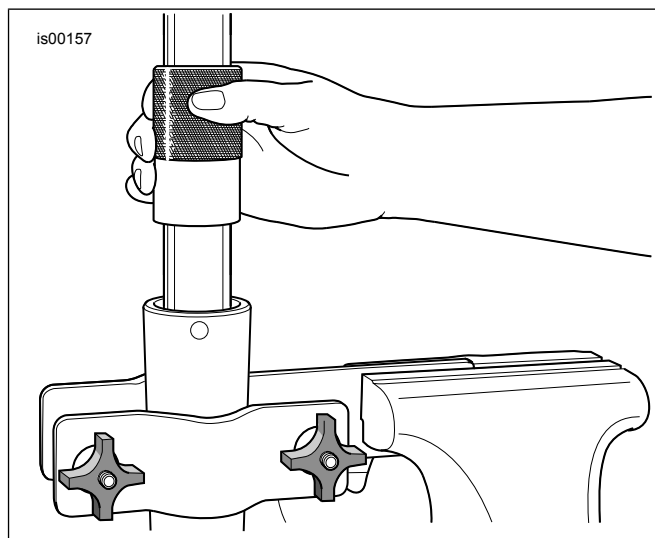

Figura 4. Instalación del sello de aceite de la horquilla
5. Cubra el diámetro interior (ID) y el diámetro exterior (OD) del buje del deslizador (E) con aceite para horquillas limpio. Deslice el buje del deslizador hacia abajo en el tubo de la horquilla (en cualquier dirección).
6. Deslice el sello del espaciador (D) por el tubo de la horquilla hasta que haga contacto con el buje del deslizador (en cualquier dirección).
7. Cubra el diámetro interior del sello de aceite de la horquilla (4) **nuevo** con aceite para horquillas limpio. Cubra el diámetro exterior del sello de aceite de la horquilla con grasa para sellos Harley-Davidson. Con el lado con letras hacia arriba, deslice el sello de aceite de la horquilla por el tubo de la horquilla hasta que haga contacto con el sello del espaciador.
8. Vea Figura 4 . Obtenga la herramienta para sello/buje de horquilla (HD-45305) y proceda de la siguiente manera.
- b. Vea Figura 4 . Utilizando la herramienta como un martillo deslizante, empuje el sello de aceite de la horquilla (con el sello del espaciador y el buje del deslizador) por el tubo de la horquilla, hasta que la ranura de la presilla de retención quede visible en el diámetro interior del deslizador de la horquilla.